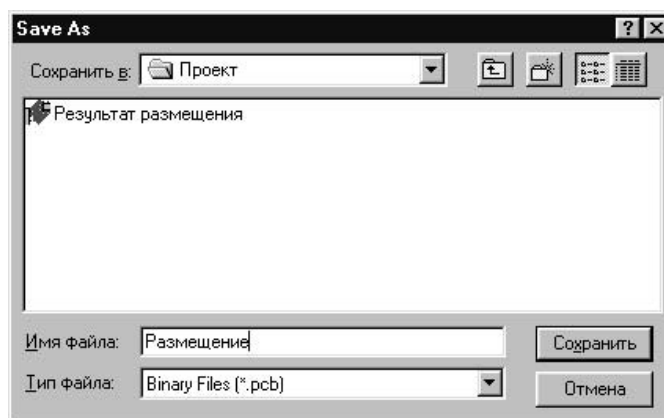

Рис.6.2.20
13. Результат размещения ЭРЭ на печатной плате сохранить в папке «Проект». Для этого выполнить команды **File/Save As**. В стандартном окне Windows в окне папка указать имя «Проект», а в окне «Имя файла» ввести «Размещение». Нажать кнопку Сохранить (рис.6.2.20).